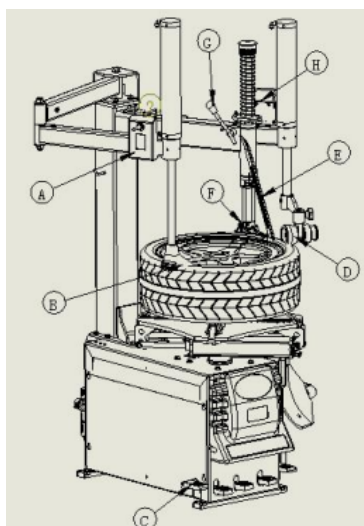

Abb.10
- Beziehen Sie sich auf die Bedienungsanleitung der Reifenwechselmaschine, ziehen Sie den Schwenkarm in seinen Arbeitsbereich, lösen Sie den Griff G, bewegen Sie die Druckrolle D auf den Reifenwulst wie in Abb.10, verriegeln Sie den Griff G, ziehen Sie den Schalter H nach unten und lösen Sie den Reifenwulst vor dem Montage-/Demontagekopf.